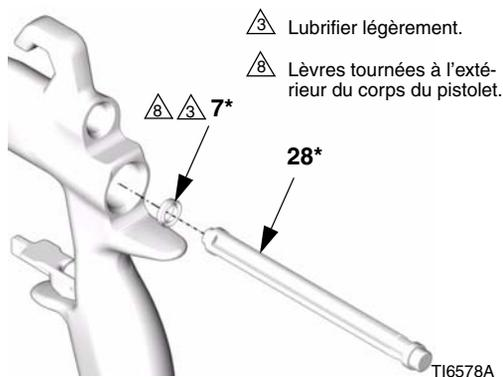

FIG. 42
3. Mettre le joint en U neuf (7*) sur l'instrument de montage des joints (28*), avec les lèvres tournées vers l'instrument comme indiqué sur la FIG. 42. Pousser le joint en U par l'arrière du pistolet jusqu'à ce que l'on sente un déclic.